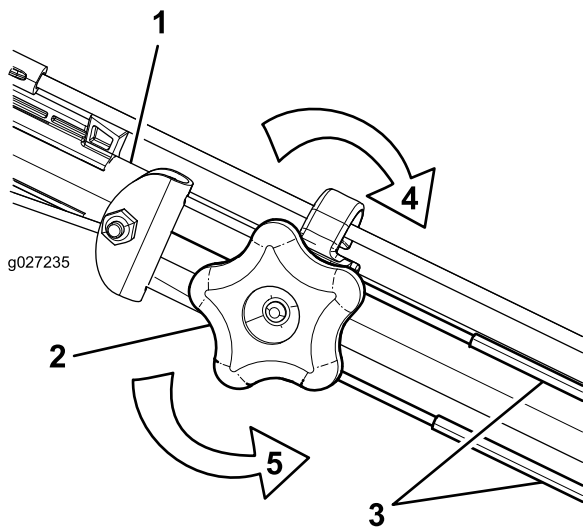

Figura 24
1. Gire el pomo de ajuste en sentido antihorario para aflojar el cable (Figura 24).
- Ajuste la tensión del cable (Figura 24) tirando del mismo hacia atrás o empujándolo hacia adelante, y sujételo en esa posición.